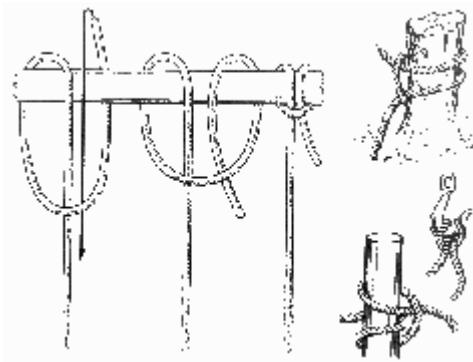

Рис. 46. Коровий узел
**Коровий узел** (рис. 46). Несмотря на свое прозаичное название, этот узел считается хорошим морским узлом. Он безотказно держит, если к тросу приложена тяга. Коровий узел фактически представляет собой неправильный (перевернутый) штык, работающий в другом качестве.
**Глухая петля** (рис. 47). Если ходовой и коренной концы коровьего узла (см. рис. 46) соединить вместе и к обоим концам приложить тягу, то полученный таким образом узел уже будет называться глухой петлей. Иногда его называют бирочным узлом, так как им очень удобно пользоваться для связывания вместе ключей, для хранения шайб и других предметов, имеющих отверстие, а также для обтягивания горловины мешка при его завязывании.